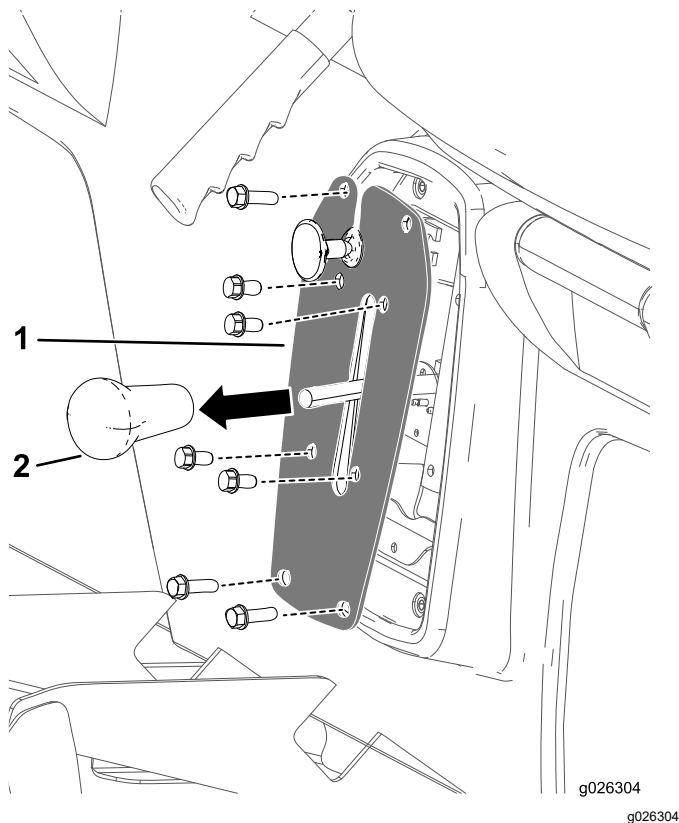

Figura 42
1. Retire el pomo de la palanca de cambios (Figura 42).
2. Retire los 4 pernos que sujetan la placa del selector de marchas al soporte de la placa (Figura 42).
3. Retire los 4 pernos que sujetan la placa del selector de marchas a la base de los asientos, y retire la placa del selector de marchas (Figura 42).
4. Enrosque el pomo en la palanca de cambios y apriételo a mano (Figura 42).